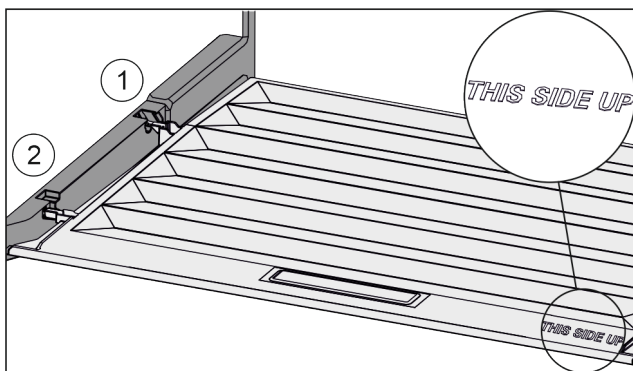

Fig. 57
- ▶ Вставити поперечні ребра через отвір заднього тримача Fig. 57 (1) і зафіксувати спереду у тримачі Fig. 57 (2).